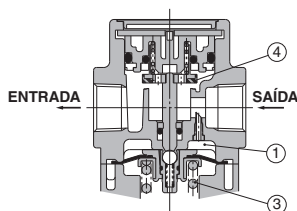

Figura 2 Fluxo inverso
Quando a pressão na entrada for cortada e liberada, a válvula de retenção (2) abre e a pressão da câmara do diafragma (1) será liberada dentro do lado de admissão (Figura 2).
Isso abaixa a pressão na câmara do diafragma (1) e a força gerada pela mola do regulador de pressão (3) levanta o diafragma. Válvula (4) abre pela haste e a pressão de saída é liberada para o lado da admissão (Figura 2).